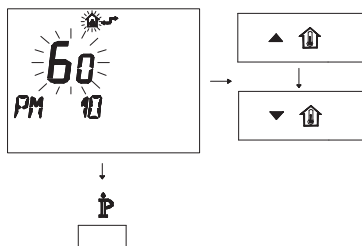

Рисунок 5.50
- Измените заданное значение при помощи кнопки **▲** **↑** или **▼** **↑** и подождите, пока заданная цифра не начнет мигать (Рисунок 5.50).